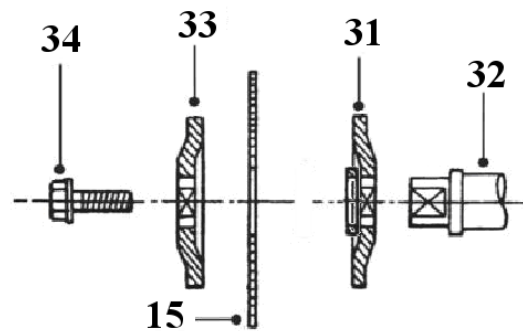

Рис. 9
Устанавливайте пильный диск (15) в соответствии с последовательностью, указанной на Рис.9, так, чтобы зубья пильного диска (15) были направлены вниз в передней части пилы. На шпиндель (32) установите внутренний фланец (31) и пильный диск (15) с соответствующим посадочным диаметром. Установите наружный фланец (33). Закрутите болт (34), вращением против часовой стрелки, удерживая кнопку блокировки пильного диска (17) фиксации шпинделя (36) в нажатом положении. Установите и закрепите защитный кожух (16). После установки пильного диска (15) при первом включении и при последующей работе не находитесь в плоскости вращения пильного диска (15).